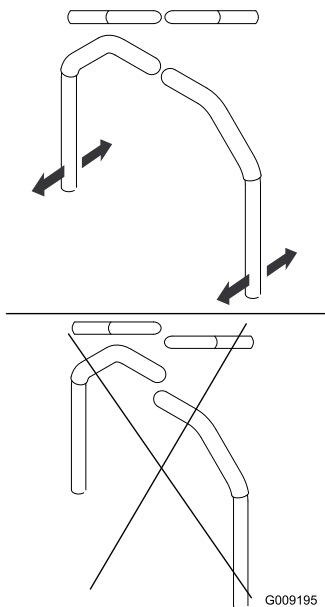

図 63
4. 左右のレバーを両方持ってニュートラル位置にセットし、そこから前後にスライドさせて両方のレバーを整列させ、ボルトを締め付ける図 63。